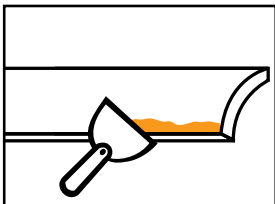

图 13
- 沿着两个后沿和檐口的斜接端铺开一条 10mm 的连续粘结剂护条[图 13]